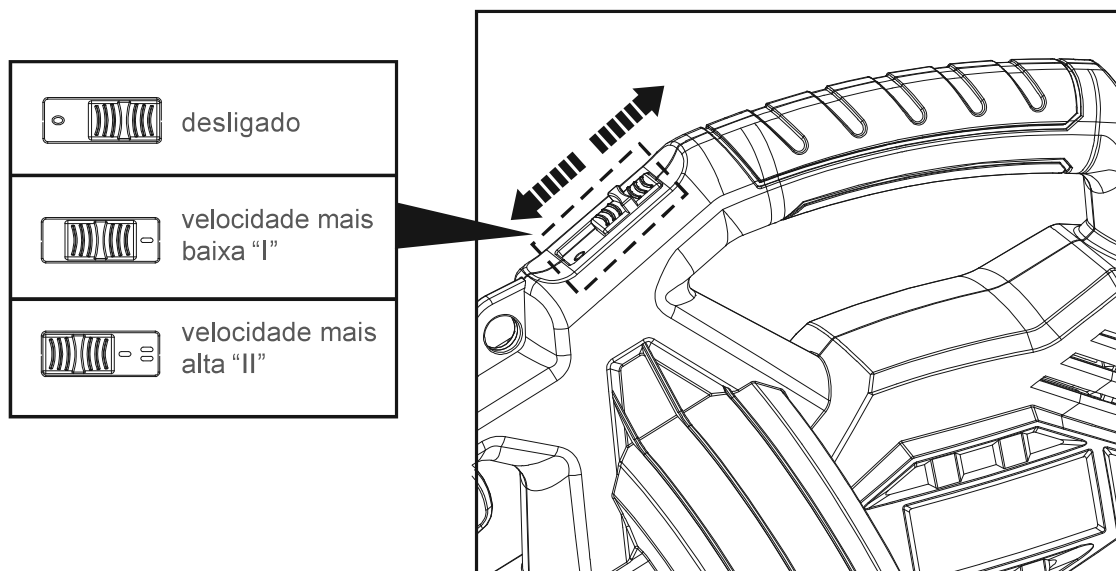

Fig. 9
1. Deslize o interruptor de ligar/desligar (6) para a frente (a partir do ponto de vista do operador) até apresentar a marcação "I", de forma a ligar o produto a uma velocidade baixa (Fig. 9);
2. Deslize o interruptor de ligar/desligar (6) para a frente (a partir do ponto de vista do operador) até apresentar a marcação "II", de forma a ligar o produto a uma velocidade elevada;
3. Deslize o interruptor de ligar/desligar (6) para trás (a partir do ponto de vista do operador) até apresentar a marcação "O", de forma a desligar o produto.